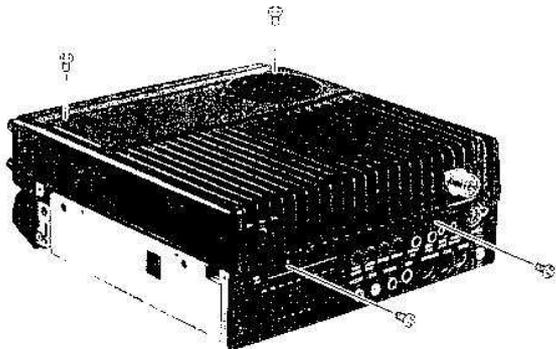

Figura 4: Quitar la tapa superior
- Coloque el transceptor con la tapa superior hacia arriba, y quite los cuatro tornillos indicados en la Figura 4.
- Coloque la tapa superior (radiador de calor) nuevamente guiando el cable que tiene la franja azul clara, alrededor de la esquina posterior izquierda del chasis (visto desde atrás), y coloque los cuatro tornillos cuidando de no pellizcar ningún cable, como se ve en la Figura 4.